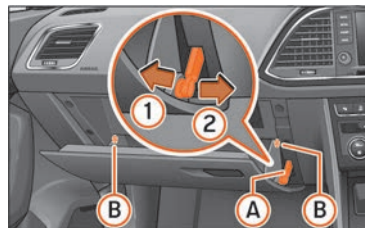

Abb. 106 Handschuhfach (Führung rechts): Zugang Sicherungskasten.
- Verriegelungstaste » Abb. 106 (A) in zwei Schritten ausbauen: zunächst Verriegelungstaste nach hinten ziehen (Pfeil ①) und dann etwas nach rechts schieben (Pfeil ②). Führung ausbauen, wenn die Abdeckung normal geöffnet ist (30°).
- Seitliche Zapfen (B) freilegen und Abdeckung bis zur zweiten Öffnungsposition entriegeln (60°).